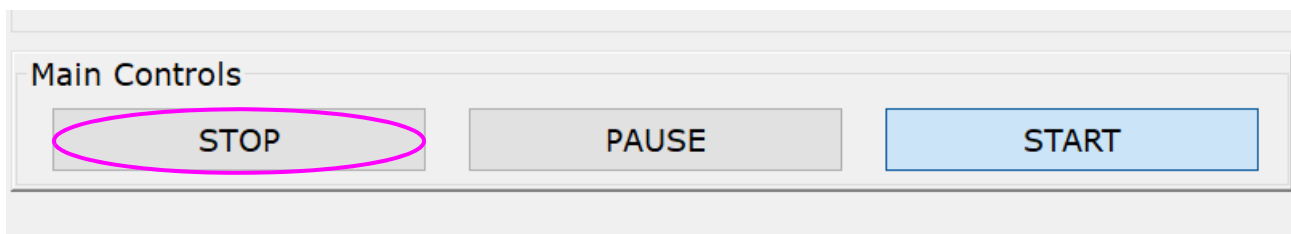

図 4-41: OPEX ホスト運転画面 - 「ストップ/STOP」ボタン
1. 終了には、OPEXのホスト画面で [STOP]（図 4-41を参照）をクリックします。これでコンベアが停止してアイボットが戻ります。